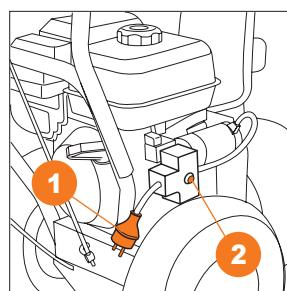

Рис. 8
- Вставьте вилку **①** электрического стартера в розетку напряжением 220В и частотой тока 50Гц.
- Нажмите красную кнопку запуска **②** на корпусе электрического стартера и удерживайте ее до момента запуска двигателя, но не более 5-ти секунд (Рис. 8).